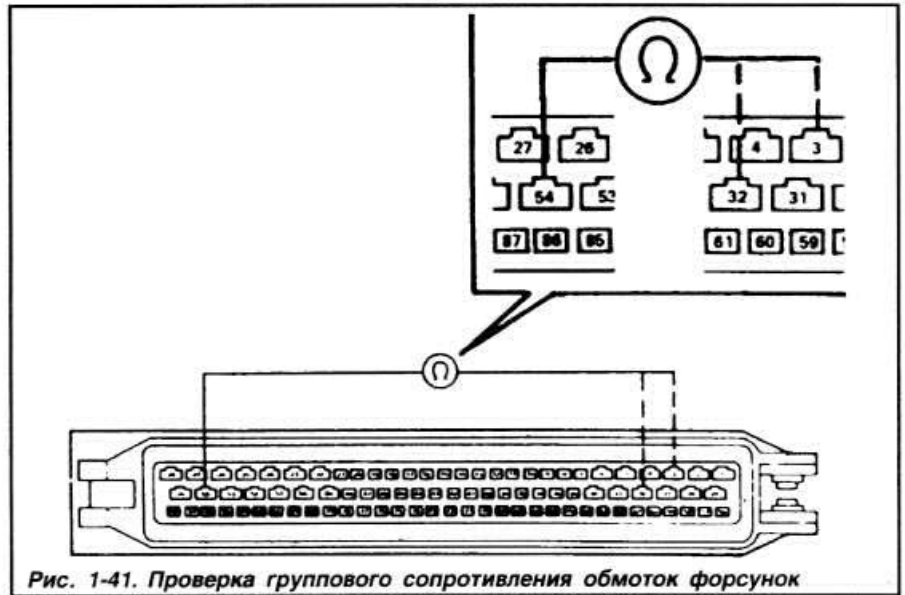

Рис. 1-41. Проверка группового сопротивления обмоток форсунок
- Выключить зажигание, разъединить разъем контроллера и, присоединяя омметр к выводам «3» и «54», затем «32» и «54» соединительной колодки контроллера (рис. 1-41), проверить групповое сопротивление форсунок (сопротивление пар форсунок), которое должно быть в пределах  $8,0 \pm 0,5$  Ом.